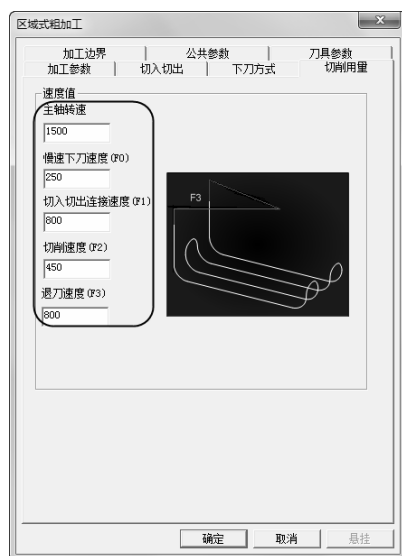

图 2-101 “切削用量”选项卡
4) 单击“切削用量”选项卡，设置“主轴转速”、“慢速下刀速度”、“切入切出连接速度”、“切削速度”、“退刀速度”，具体参数数值如图 2-101 所示。